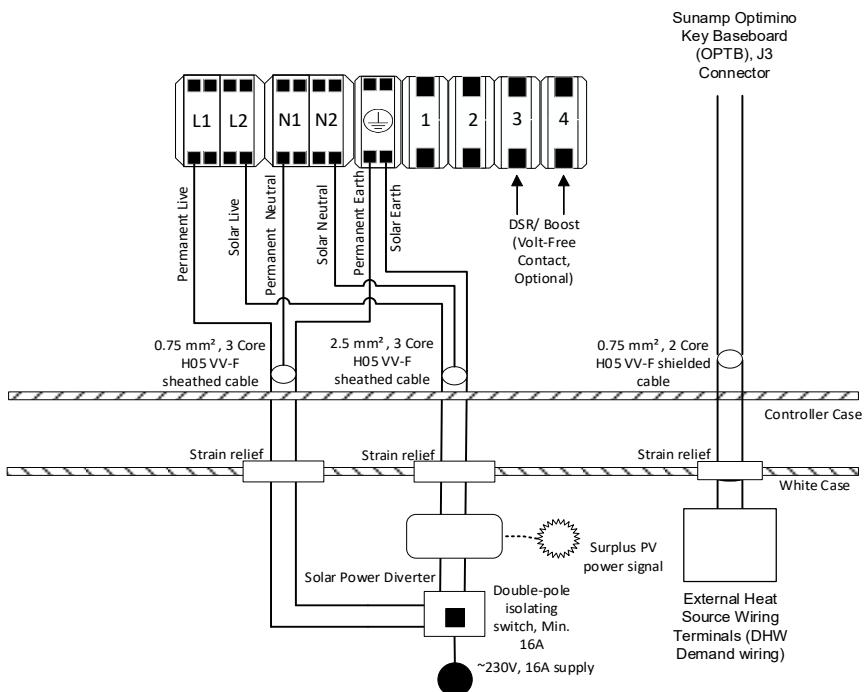

Figure 12 - Câblage de la batterie thermique Thermino xPlus avec dérivation de l'énergie solaire
- Avec dérivation de l'énergie solaire, voir section 6.4.2, Figure 12.
S'assurer que les connexions 1 et 2 sont retirées (voir Figure 12) et que la sortie de commande de la dérivation de courant module le CA.